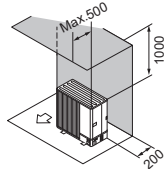

Fig. 2-7
- (2) Enbart hinder eller stängd yta på baksidan och ovsidan (Fig. 2-7)